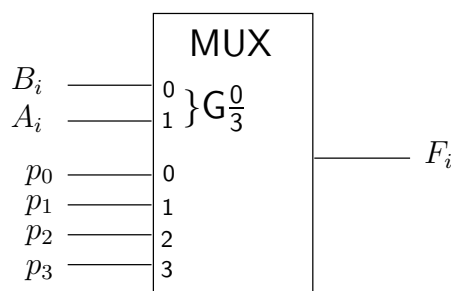

Bild 6: ALU-Design
2. Das  $i$ -te Bit einer arithmetisch logischen Einheit (ALU) ist wie in Bild 6 realisiert. Dabei stellen  $A_i$  und  $B_i$  das  $i$ -te Bit der Operanden  $A$  und  $B$  und  $F_i$  das  $i$ -te Bit des Ergebnisses  $F$  dar.